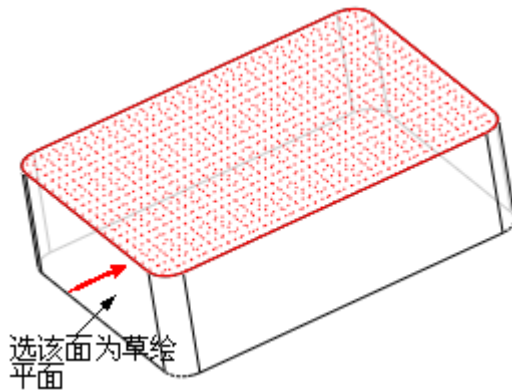

图 52-6
- (3) 系统提示“选取或创建一个草绘平面”，选择长方体的一个侧面，如图 52-6 所示。